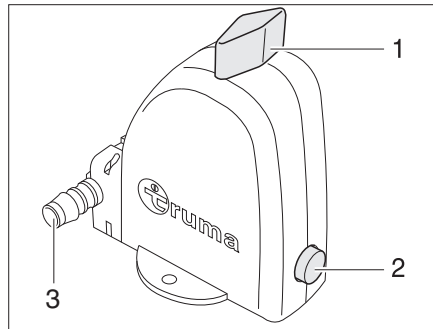

Fig. 229 Valve de sécurité et de vidange du chauffe-eau - Position de fonctionnement
Le chauffe-eau est équipé d'une valve de sécurité et de vidange (Fig. 229). La valve de sécurité et de vidange empêche que l'eau ne gèle dans le chauffe-eau lorsque le chauffage n'est pas allumé en cas de gel.
- ▷ Veiller à ce que la tubulure d'évacuation (Fig. 229,3) de la valve de sécurité et de vidange ne soit jamais obturée (p. ex. par des feuilles, du gel).
- Tourner le bouton rotatif (Fig. 229,1) de 90° parallèlement à la valve de sécurité et de vidange.
Le bouton-poussoir (Fig. 229,2) ressort. Le chauffe-eau est vidé à l'extérieur via la tubulure d'évacuation (Fig. 229,3) de la valve de sécurité et de vidange.
- Tourner le bouton rotatif (Fig. 229,1) de 90° transversalement à la valve de sécurité et de vidange.
- Enfoncer le bouton-poussoir (Fig. 229,2).